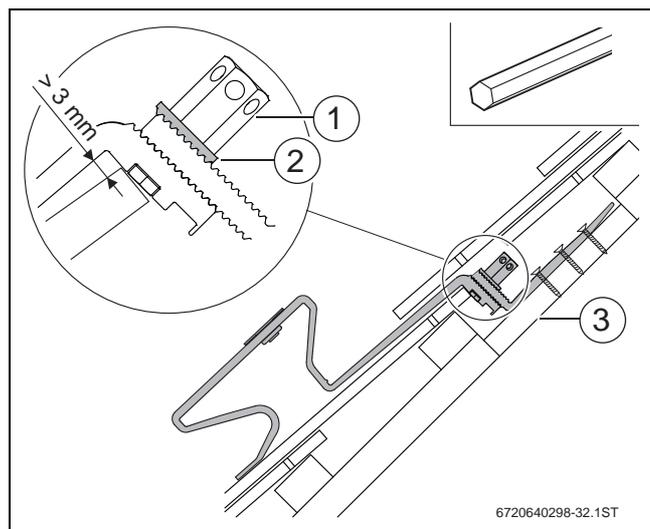

Fig. 47
- ▶ Se necessário, fixar no caibro tábuas/pranchas com capacidade de carga suficiente (Fig. 47, [3]). Se necessário, remover as ripas de contorno nesta área.